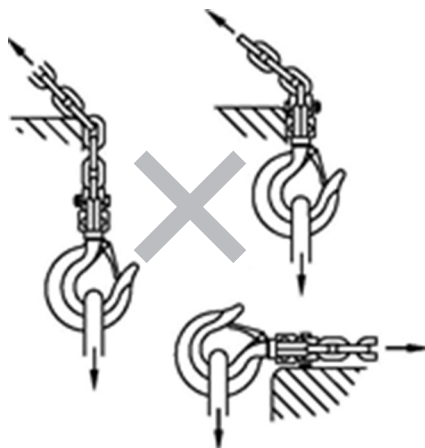

図 4
- 操作時は吊り上げチェーンと下フックが同一直線上にくるようにし、誤った操作をしないでください（図 4）。